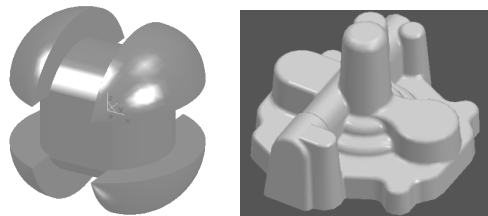

图 5-2 曲线和曲面造型
(3) 复杂曲线曲面造型 从线框到曲面，提供了丰富的建模手段，可以通过列表数据、数学模型（公式）及各种测量数据生成包括样条在内的各种曲线；通过直纹、旋转、扫描、导动、边界、放样、网格等多种形式生成复杂曲面，并可对曲面进行裁剪、过渡、拼接、缝合、延伸等，建立任意复杂的零件模型；而且，零件设计的曲面与实体能够相互结合，一体化操作，生成各种复杂的零件。曲线和曲面造型如图 5-2 所示。